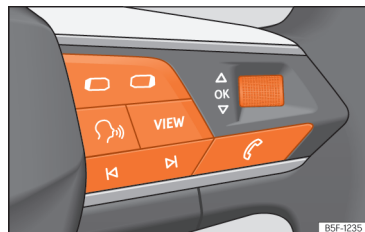

Fig. 63 Lado direito do volante multifunções: botões para utilizar os menus e as indicações informativas do painel de instrumentos.
Enquanto existir uma advertência com prioridade 1 »» Página 78, não será possível aceder a nenhum menu. Algumas advertências podem ser confirmadas e ocultadas com o botão OK do volante multifunções »» Fig. 63.
- Se aparecer uma mensagem ou o pictograma de um veículo, pressione o botão OK »» Fig. 63; se for necessário, várias vezes.
- Para mudar de menu use os botões ou »» Fig. 63.
- Para abrir o menu ou a indicação informativa exibida, pressione o botão **OK** »» Fig. 63 ou espere alguns segundos até que o menu ou a indicação informativa se abra automaticamente.
- No menu visualizado, rode a rodinha direita do volante multifunções »» Fig. 63 até que a opção de menu desejada fique realçada. A opção aparece assinalada.
- Pressione o botão **OK** »» Fig. 63 para realizar as alterações desejadas. Uma marca indica que a função ou o sistema em questão estão ativos.
Pressione o botão ou »» Fig. 63.